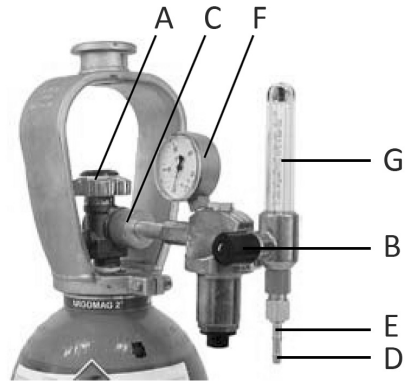

Bild 4
1. Treten Sie beiseite und öffnen Sie für einen Moment das Ventil der Gasflasche A (Bild 4). So werden eventuelle Unreinheiten aus dem Flaschenventil herausgeblasen. **BEMERKUNG!** Achten Sie auf den hohen Druck des Gases!